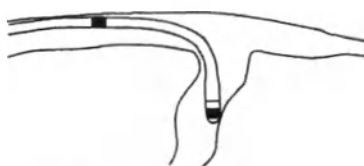

Рисунок 15.
1. Используя венограммы в качестве ориентира, проведите электрод в кардиальную вену (Рис. 15). Искривленный дистальный кончик электрода можно использовать при выборе кардиальных вен в коронарном синусе, если отвести коронарный проводник слегка назад внутри просвета электрода.